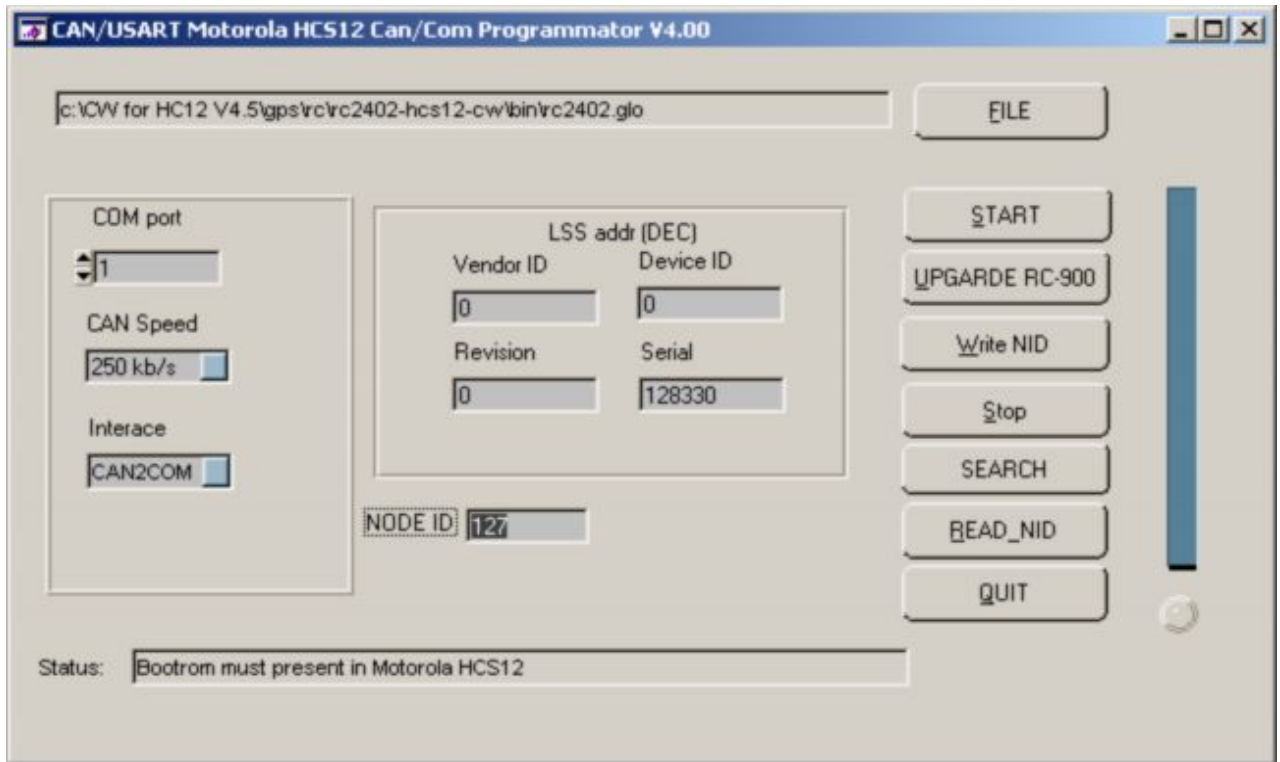

Рисунок 1
- 2) ввести в поле «Serial» серийный номер блока (рисунок 1);